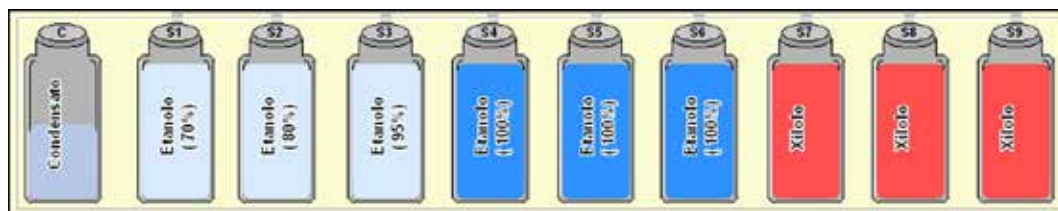

Fig. 50
- I flaconi di sistema sono contrassegnati con "S1 - S9" e raggruppati sullo schermo in un'apposita area (fig. 50). A sinistra si trova il flacone per il condensato con la denominazione "C".